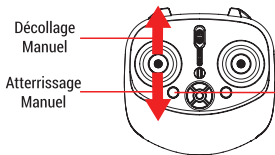

Figure 4: Décollage / Atterrissage
- 5. Décollage:** Pour faire décoller le drone manuellement, orientez doucement le joystick de gauche vers le haut (Figure 4). La fonction décollage automatique est disponible uniquement lorsque l'app est connectée au drone.
- 6. Atterrissage:** Pour atterrir maintenez le joystick de gauche vers le bas jusqu'à ce que le drone se pose au sol (Figure 4). Vous pouvez également utiliser le bouton décollage/atterrissage automatique, le drone atterrira peu importe son altitude.